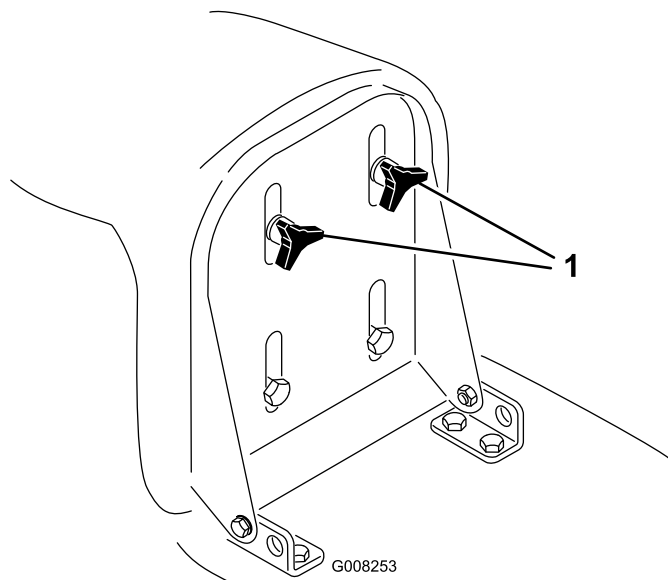

Figura 7
- Suba el asiento y afloje los pomos de ajuste (Figura 7).